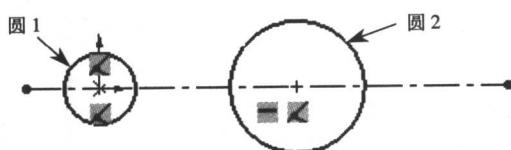

图 1-2 绘制两个圆
- 绘制另一个圆。将鼠标放在第一个圆右侧中心线上，此时鼠标指针变为 \odot 形状，单击鼠标，拖动指针绘制另一个圆，即圆 2，如图 1-2 所示。